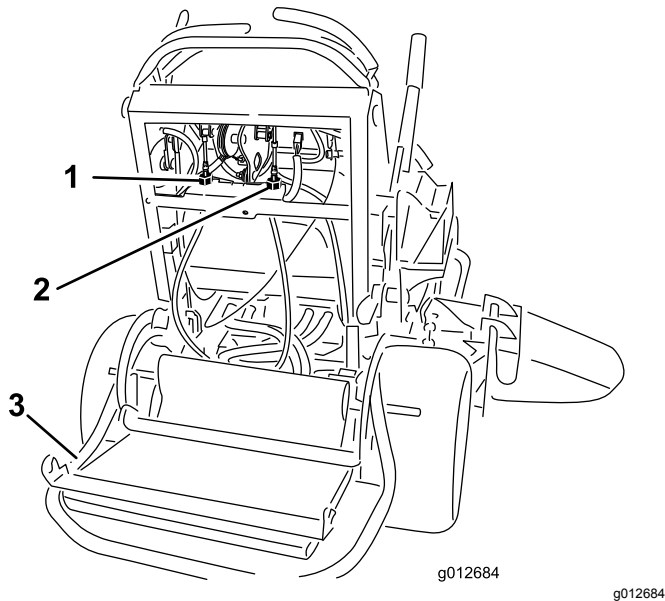

Figura 69
6. Instale la pletina de bloqueo sobre las tuercas de ajuste de los cables para afianzar el ajuste (Figura 69).